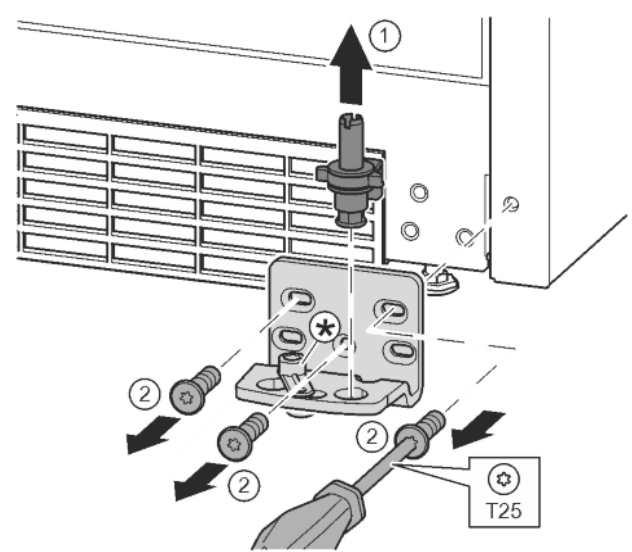

Fig. 16
- ▶ Extrageți complet bolțul de lagăr în sus. *Fig. 16 (1)*
- ▶ Deșurubați șuruburile cu șurubelnița T25 și detașați suportul de lagăr. *Fig. 16 (2)*